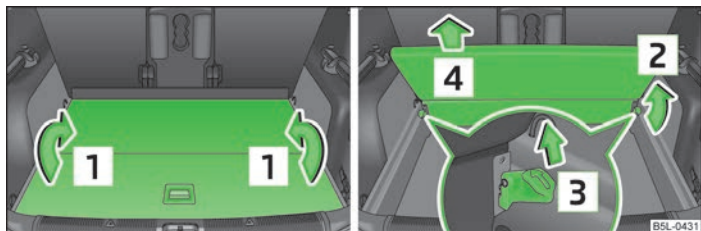

Fig. 61 Maletero: Plegar/retirar el piso de carga variable
- Plegar el piso de carga moviendo en el sentido de la flecha **1** » fig. 61.